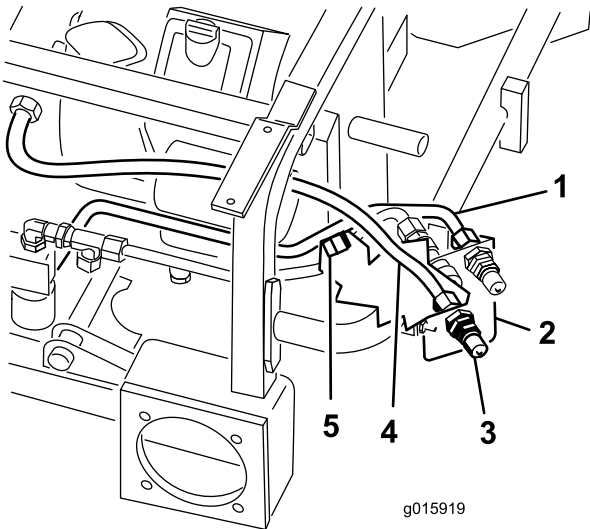

Figure 17
8. Montez la conduite hydraulique (flexible) n° 5 sur le raccord mâle supérieur (Figure 17) sans la serrer.